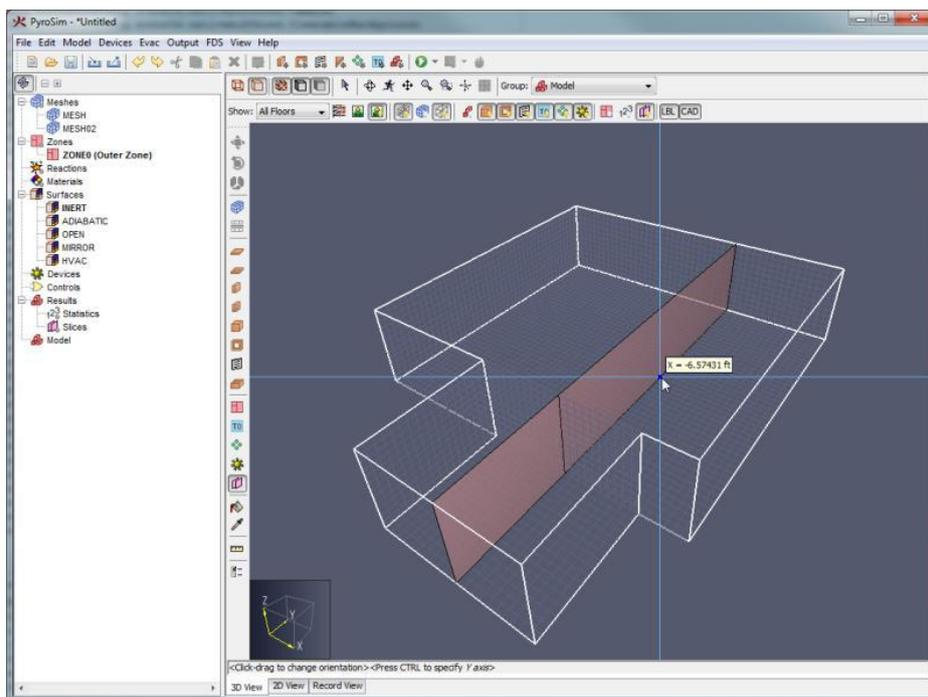

Рисунок 9-25 Рисование плоскости инструментом создания плоскости
3. Переместите курсор в желаемое положение. Предварительное отображение будет показано, как на рисунке Рисунок 9-251. Плоскость можно изменить в контекстном меню, кликнув и перетащив левую кнопку мыши, или нажав CTRL на клавиатуре.